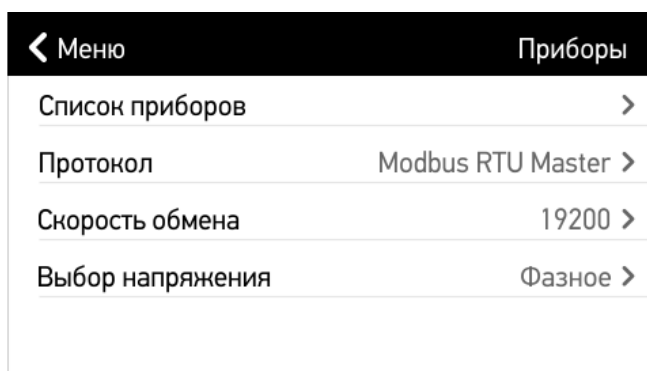

Рисунок 4.25. «Настройки» -> «Приборы».
- **«Приборы»** содержит информацию обо всех записанных в модуль индикации измерительных приборах и протоколе взаимодействия между ними (рис. 4.25).